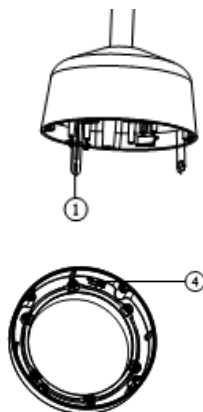

Abbildung 5 An Hängevorrichtung befestigter unterer Dome
6. Fügen Sie den Einbaukasten im Loch ein und befestigen Sie die 3 Schrauben mit einem Schraubendreher, sodass die Sicherungsfederstangen herausgleiten können, um den Einbaukasten an der Decke festzuhalten (siehe **Abbildung 5**).